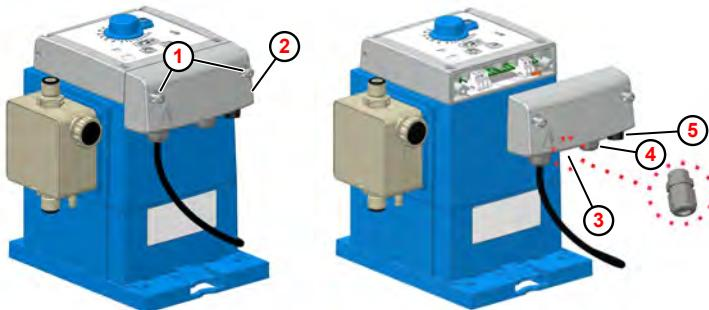

Abb. 11: Elektrische Installation „EcoUp“
(Abb. 11 , ②)
1. ► Die beiden Gehäuseschrauben (Abb. 11 , ①) lösen. Die Schrauben sind gegen Herausfallen gesichert.
2. ► Klemmraumdeckel ② abnehmen.
3. ► Für den Anschluss von Dosiermengen- bzw. Alarmausgang, die Kabelverschraubung M12x1,5 aus dem Beipack der Pumpe an entsprechender Stelle montieren ③ , Kabel durchführen, Verschraubung festziehen und Kabeladern nach Klemmenplan anschließen.
4. ► Für den Anschluss an Impuls - bzw. Freigabeeingang Kabel durch die entsprechende Kabelverschraubung ④ durchführen, Verschraubung festziehen und Kabeladern nach Klemmenplan anschließen.
5. ► Der Anschluss für den Niveaueingang muss an der dafür vorgesehenen Steckbuchse ⑤ angesteckt werden.
6. ► Nach Abschluss aller Installationsarbeiten, Klemmraumdeckel ② wieder aufstecken und Befestigungsschrauben ① festziehen.
Nach Demontage des Klemmraumdeckels (Abb. 11 , ②) sind die Klemmen zugänglich.